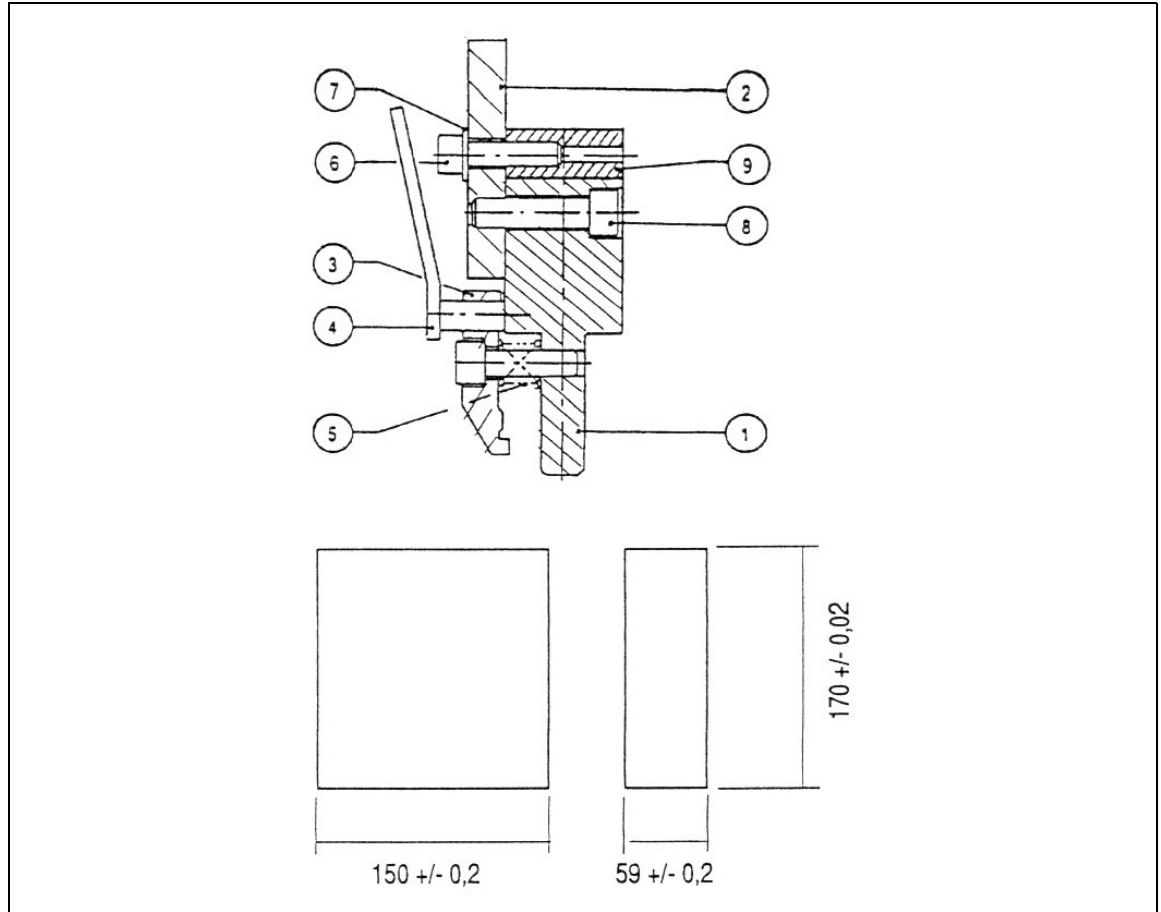

Abb. 10-37 Einstellung der Zwischenstücke
- Die Schraube (Abb. 10-37/6) (Sechskantschlüssel SW6) lösen, der Einstellkeil (Abb. 10-37/9) ist dadurch verschiebbar.
- Den Einstellkeil (Abb. 10-37/9) nach rechts bis zum Ende der Nut schieben.
- Die Schraube (Abb. 10-37/6) leicht anziehen.
- Das Zwischenstück des Werkzeugs mit Hilfe der beiden Schrauben (Abb. 10-37/8) (Sechskantschlüssel SW8) fest anziehen.
Es werden entweder ein Stempel und eine Matrize gleicher Länge oder zwei speziell gefertigte Teile, siehe Abb. 10-37 unten, verwendet. Diese Teile werden gleichzeitig und systematisch für die Anstellung jedes Zwischenstückpaares bewegt.
2. Den Keil mit der Schraube (Abb. 10-37/6) arretieren.